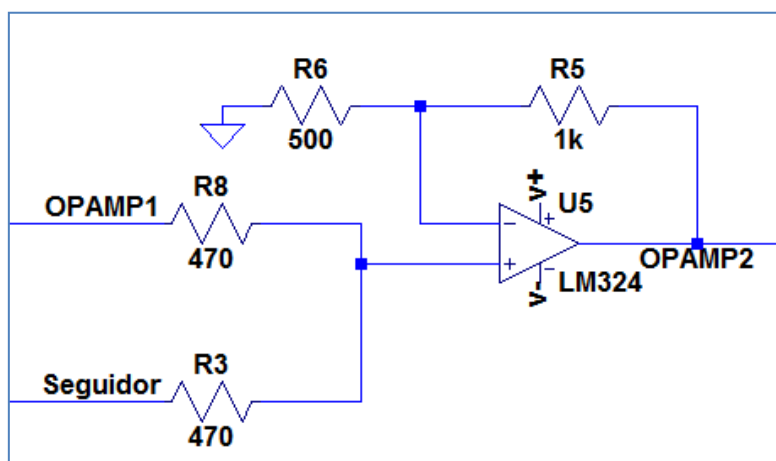
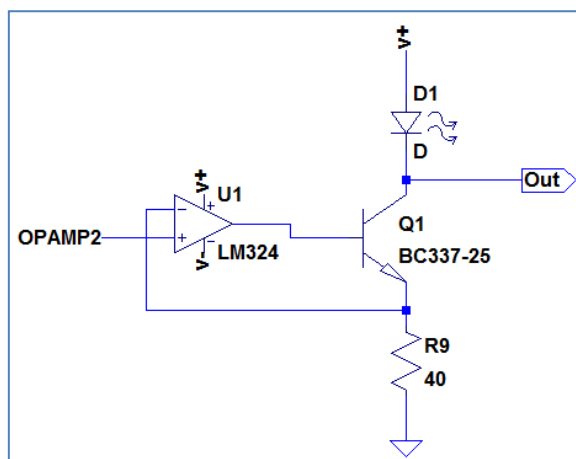

Figura 10. Etapa sumadora DC + AUDIO.
Figura 11. Etapa modulación LED.
- R_1 en la figura 10 (R_9 en la figura 11) es la resistencia limitadora del LED. Calcular el valor de la resistencia limitadora en serie con el LED para asegurar una corriente $I_{FORWARD}$ máxima $I_F = 20\text{mA}$, ($I_{FMAX} = 45\text{mA}$ para el SFH750V) cuando la tensión de polarización es $V^+ = 5\text{V}$.